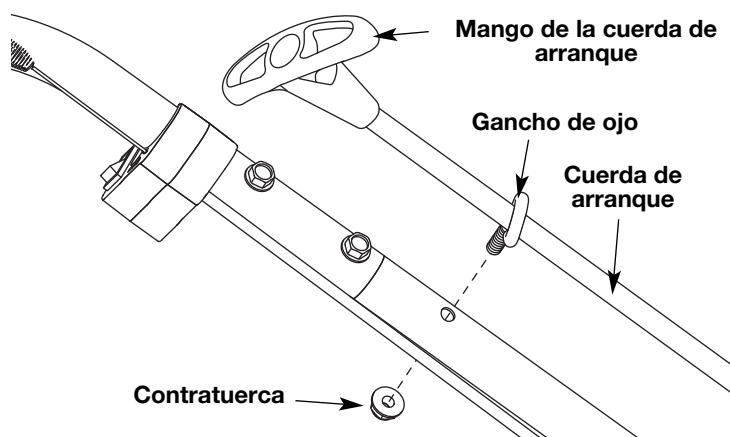

Fig. 6
12. Alinee el control del regulador con el agujero del lado derecho del mango (Fig. 6).
17. Tire de la cuerda de arranque y deslícela a través del gancho de ojo (Fig. 6).